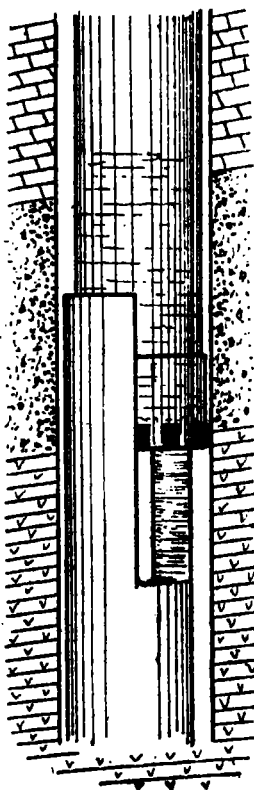

图3
3. 劈管切铁钻头 处理钻具阻留事故打捞岩心管时,也有用劈开分半的处理方法,这时用的是劈管切铁钻头(图 3)。钻头壁厚要薄于合金 1~2 毫米,内外出刃要一致,不要底出刃。这种处理方法易造成孔斜。